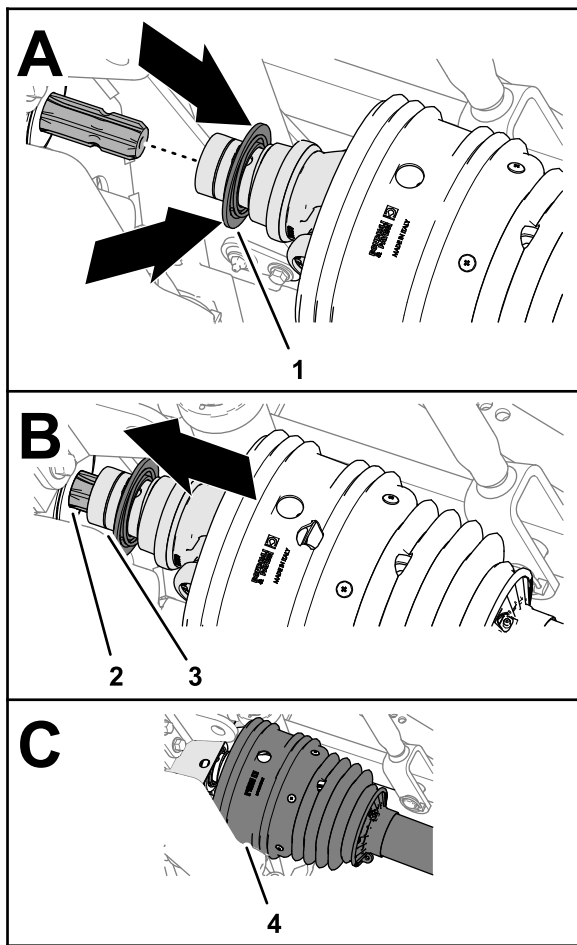

Рисунок 31
2. Оттяните назад запорное кольцо быстроразъемного соединителя (Рисунок 31).
- Оттягивая назад запорное кольцо, потяните вилку приводного вала механизма отбора мощности вперед и наденьте гнездо соединителя на шлицы выходного вала механизма отбора мощности (Рисунок 31).
- Убедитесь, что кожух расположен поверх вилки приводного вала (Рисунок 31).